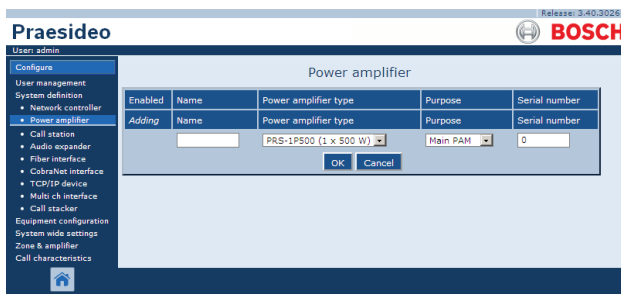

Abbildung 42.5: Neue Endstufe hinzufügen, Schritt 2
- 2 Klicken Sie auf die Schaltfläche *Add*, um der Anlage eine Endstufe hinzuzufügen. Im Main Frame der webbasierten Benutzeroberfläche wird ein Bildschirm angezeigt, der dem in Abbildung 42.5 gleicht.